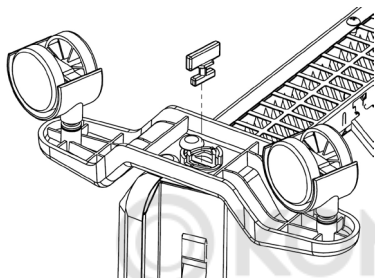

Рис.4. Напольная установка
2. Приложите планку опорной ножки к месту крепления на конвекторе так, чтобы выпуклая часть планки прилегла плотно к корпусу конвектора, винтовое отверстие должно совпасть (**Рис.4**).